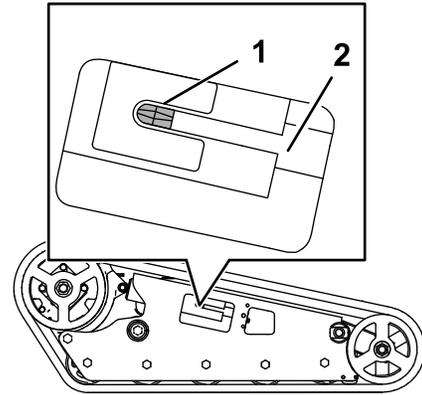

図 59
- 1/2" のドライブレレンチを使用して、テンショニングねじを左にまわしてテンショニングねじを端まで移動させる 図 59。
21. テンションブロックが完全に下まで来ていることを確認する 図 59。